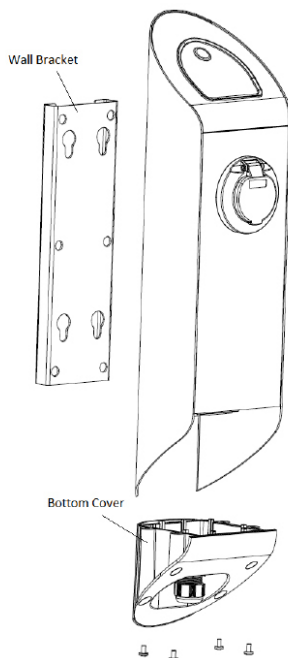

Figura 1
- 1- Retire la cubierta inferior y el soporte de pared como se muestra en la figura 1.
- 1- Togliere il coperchio inferiore e la staffa a parete, come indicato nella Figura 1.